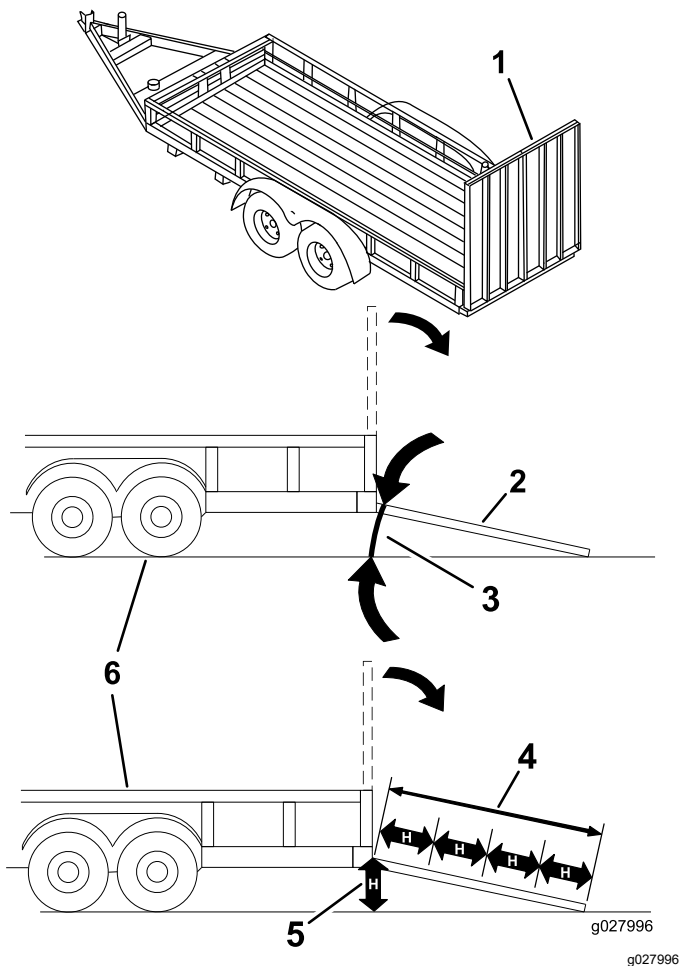

Bild 14
Das Laden einer Maschine auf einen Anhänger oder einen Lastwagen erhöht die Umkipppgefahr und könnte schwere oder tödliche Verletzungen verursachen (Bild 14).
1. Senken Sie die Rampe ab und stellen Sie sicher, dass der Winkel zwischen der Rampe und dem Boden höchstens 12 Grad beträgt (Bild 14).